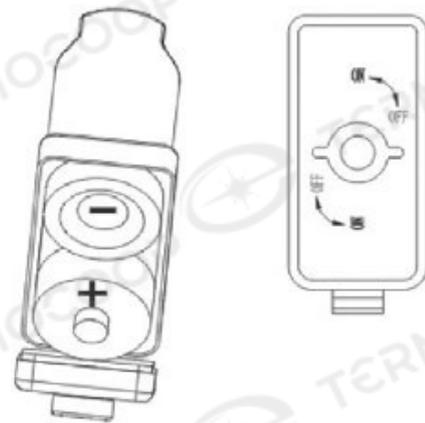

Figura 5.7
• Rispettare le polarità nell'inserimento delle batterie (Figura 5.7).